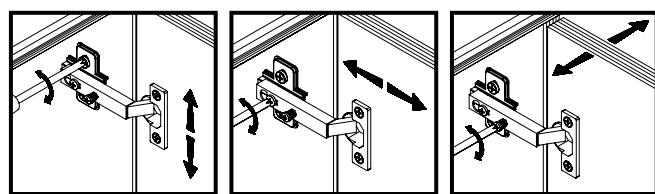

Рис. 3
5.24 Положить двери **6** и **18** фасадной поверхностью вниз на ровную поверхность. Закрепить на дверях петли шарнирные **a2**, пользуясь крестообразной отверткой (**см.рис.3**).
5.25 Навесить двери на корпус тумбы, совместив петли шарнирные **a2** с направляющими петель **b1** (**см.рис.3**). При необходимости отрегулировать положение дверей вращая регулировочные винты, как показано на **рисунке 3**.
5.16 В отверстия диаметром **8 мм** на передних кромках стенок боковых **8** и **9** корпусов выдвижных ящиков вбить деревянные шканты **f1** (см.рис.3).
5.17 В отверстия диаметром **15 мм** на внутренних поверхностях стенок боковых **8** и **9** корпусов выдвижных ящиков вставить стяжки эксцентриковые **r1** (см.рис.3).
5.18 В отверстия диаметром **5 мм** на внутренних поверхностях панелей передних **10** ящиков выдвижных с помощью крестообразной отвертки вкрутить винты стяжки **r16** (см.рис.3).
5.20 Соединить панели передние **10** с корпусами ящиков выдвижных и затянуть стяжки эксцентриковые **r1**, пользуясь специальным ключом **z1**. Закрыть стяжки эксцентриковые заглушками **s2** (см.рис.3).